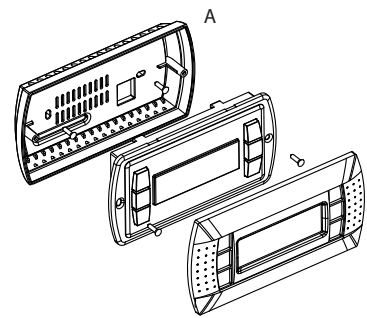

Fig. 2
Il montaggio a parete del terminale prevede l'iniziale fissaggio del retroconnettore A (Fig. 2), per mezzo di una scatola standard a 3 moduli per interruttori.
- appoggiare il frontale al retroconnettore e fissare il tutto utilizzando le viti a testa svasata presenti all'interno dell'imballo come illustrato in Fig. 2;
The wall-mounting of the terminal first requires the back piece of the container A (Fig. 2) to be fitted, using a standard three-module switch box.
- Rest the front panel on the back piece and fasten the parts together using the flush-head screws supplied in the packaging, as shown in Fig. 2;